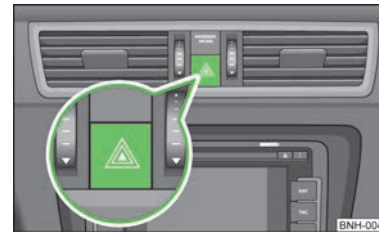

Fig. 22
- Apăsăți înterupătorul **▲** » fig. 22, pentru a porni sau opri luminile de avarie.